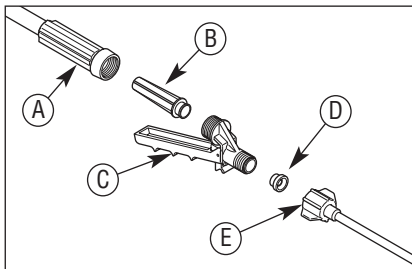

Figura 13. Mantenimiento del dispositivo de cierre
1. Desenrosque el mango del dispositivo de cierre. Vea la figura 13.